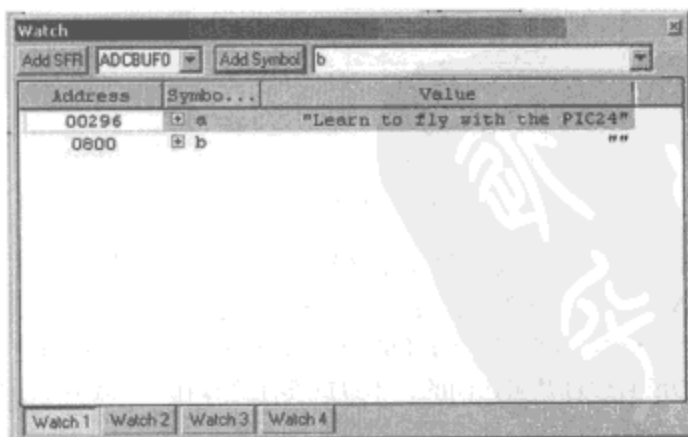

图 6-2 向 Watch 窗口加入数组
- (1) 使用“Project Build”(项目构建)列表建立新项目。
- (2) 添加 Watch 窗口 (并移动到适当的位置)。
- (3) 从符号选项框中选出变量“a”和“b”, 并单击“Add Symbol”(添加符号), 把它们加入到 Watch 窗口中, 如图 6-2 所示。